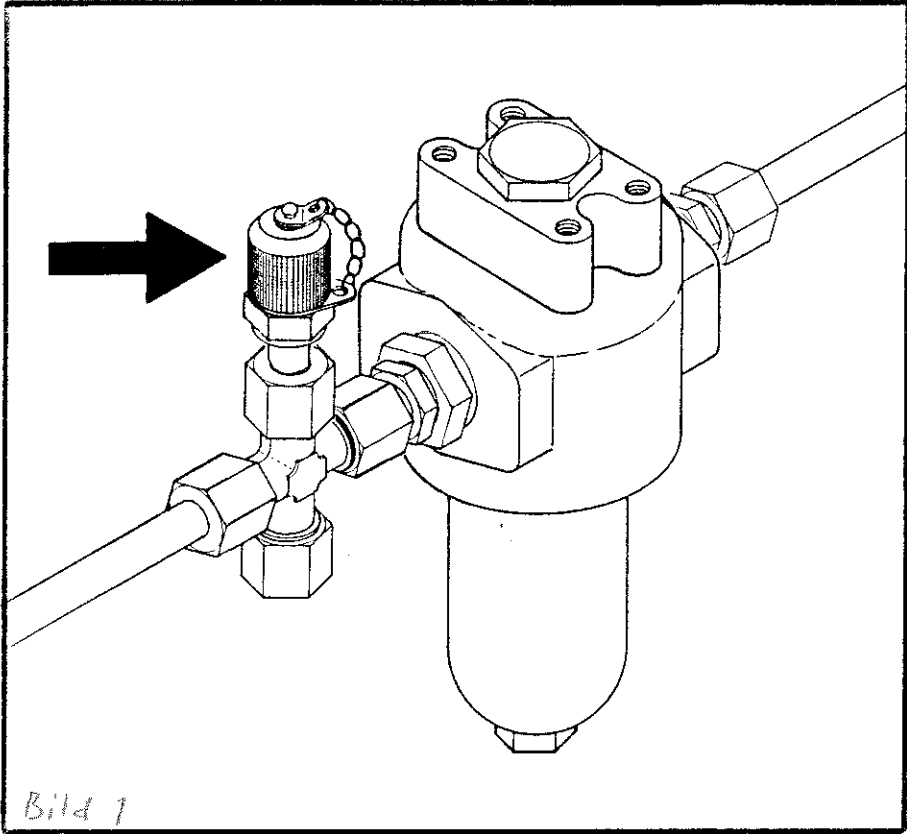

Bild 1
- Koppla mätinstrumentet till mätobjektet (bild 1)